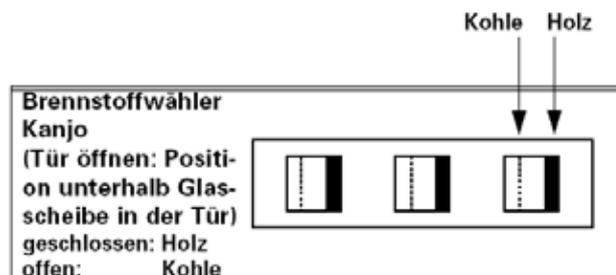

Abb. 11: Brennstoffwähler KK 15-11
Achtung: Für den Betrieb mit Holz den Brennstoffwähler (Abb. 11) immer auf "Stellung Holz" lassen, da sonst Überhitzungsgefahr besteht und der Ofen beschädigt wird. Der Brennstoffwähler befindet sich unten in der Feuerraumtür.
Wenn nach dem Anheizen die Holzscheite abgebrannt sind, können Braunkohlenbriketts (maximal zwei Briketts) auf die Glut nachgelegt werden. Den Brennstoffwähler für das Heizen mit Braunkohlenbriketts ganz öffnen ("Stellung Kohle" Abb. 11). Den Aschekasten regelmäßig leeren.
- Die Einstellungen Brennstoffwähler entsprechend (Abb. 11 Seite 12) vornehmen.